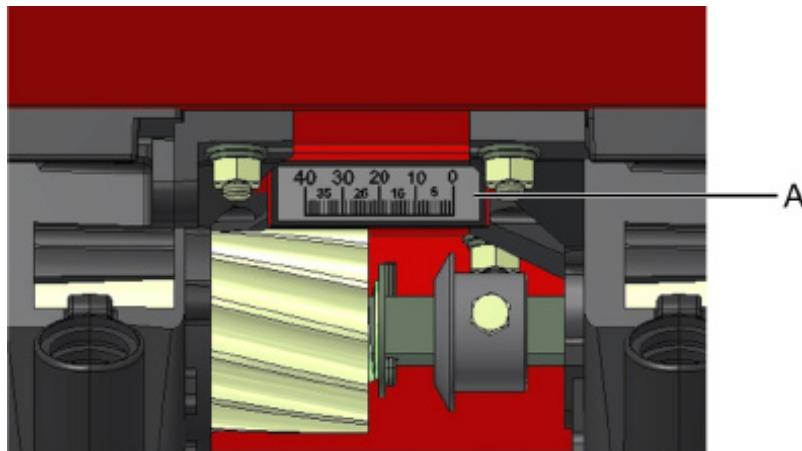

fig. 07
Se a quantidade de sementes não foi desejada, gire a alavancinha para outra posição da escala (A) (fig. 07), para mais ou para menos e repita novamente a operação.